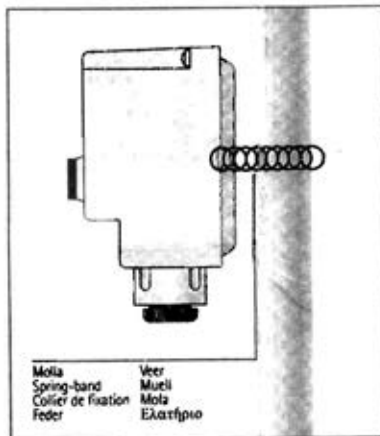

fig.3 - ΕΙΚ.3
A) Fixer l'aquastat sur le tuyau en utilisant le ressort fourni. (fig.3)